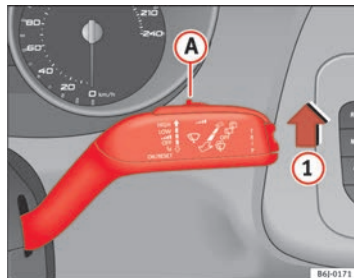

Fig. 61 Leva dell'impianto tergicristalli
- Spostare la leva del tergicristallo nella posizione **1** ⇒ fig. 61.